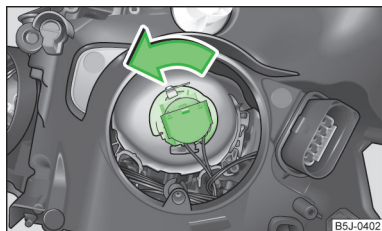

Fig. 156
- Poussez le connecteur avec l'ampoule » fig. 156 jusqu'en butée en sens antihoraire et faites-le sortir.